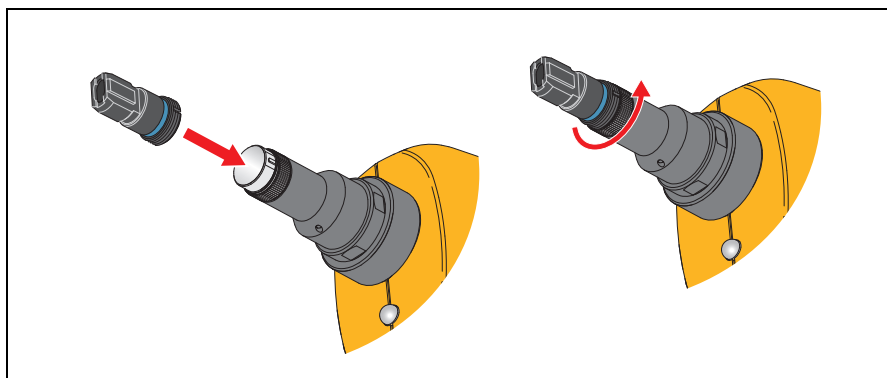

Figura 2. Conexão da ponta do MPO
1. Alinhe o compartimento na ponta com o pino de alinhamento na extremidade da Sonda. Consulte a Figura 2.